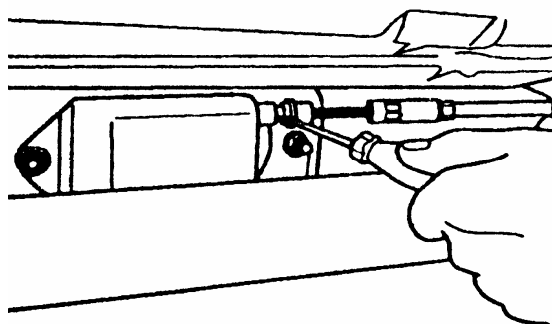

图 13-52 从支架上拆卸手制动拉索
(7) 如图 13-52 所示，用螺丝刀从支架上撬下手制动拉索。拆下中央副仪表板的延长部分。